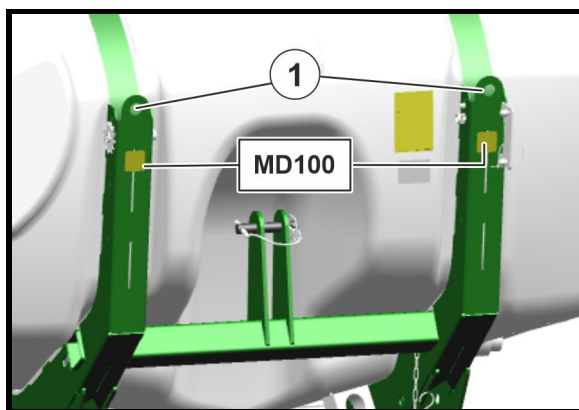

Fig. 4
- et holdepunkt bagpå (Fig. 4/1),